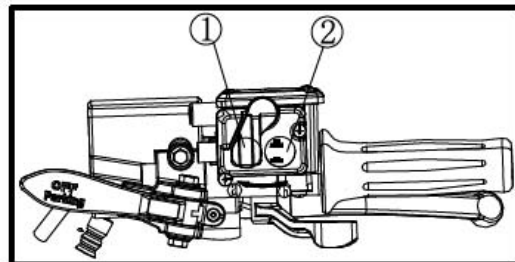

Рис.1 Флажок ① в положении ①
Переключатель "2WD" (2 ведущих колеса) / "4WD" (4 ведущих колеса) Рис.1 поз. ②